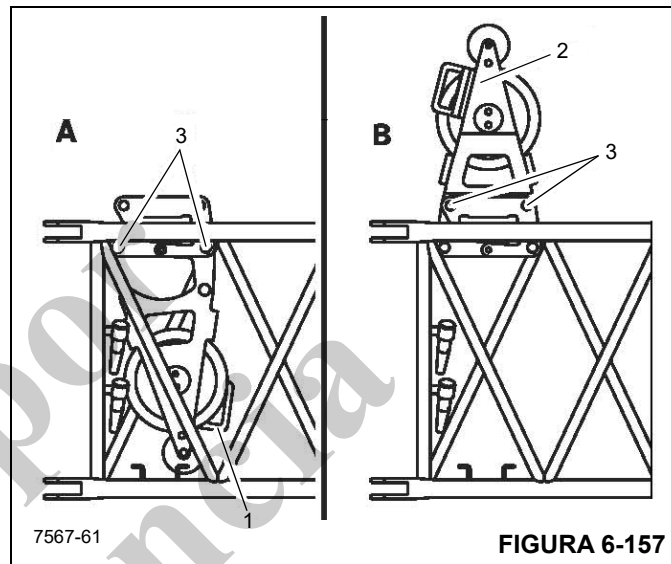

FIGURA 6-157
1. Retire las pinzas de retención de los pasadores (3), (Figura 6-157).
2. Sujete la polea deflectora por la manija (1), (Figura 6-157), y quite los pasadores (3), (Figura 6-157).
3. Pliegue la polea deflectora usando la manija (1), (Figura 6-157), e inserte los pasadores (3), (Figura 6-157).